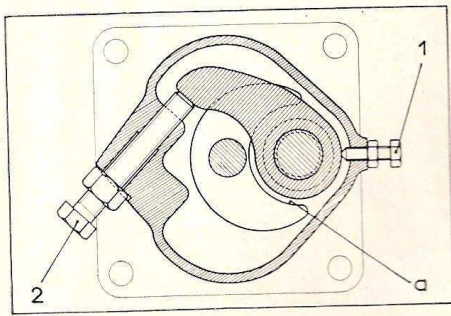

Fig. TAR 1.
Huiler la portée des leviers de réglage et les mettre en place dans leur logement. Approcher les vis pointeau (1, fig. TAR. 1). Amener chaque levier en butée sur le bossage, dans le moyeu du tube en « a », la vis de réglage (2) étant libérée. Serrer les vis à pointe (1) afin de maintenir les leviers toujours en contact sur les bossages.